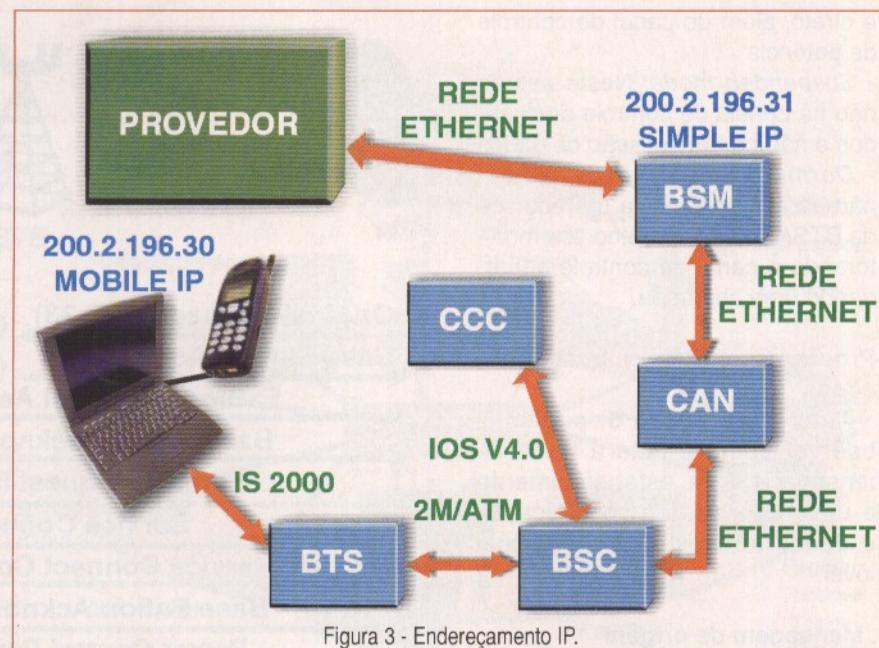

Figura 3 - Endereçamento IP.
Assim como na conexão com a Internet pela rede fixa, é necessário disponibilizar um endereço IP para acesso à rede pelo telefone celular do assinante. Existem dois tipos de acesso: o *Simple IP*, onde o endereço IP é designado pelo sistema para ter acesso a rede de dados da operadora, e o *Mobile IP*, que permite que os usuários utilizem o mesmo serviço em outras áreas que não a de origem utilizando o mesmo endereço IP registrado no agente de origem (HA). A figura 3 traz um exemplo dos elementos envolvidos na conexão para fornecer o endereço IP.